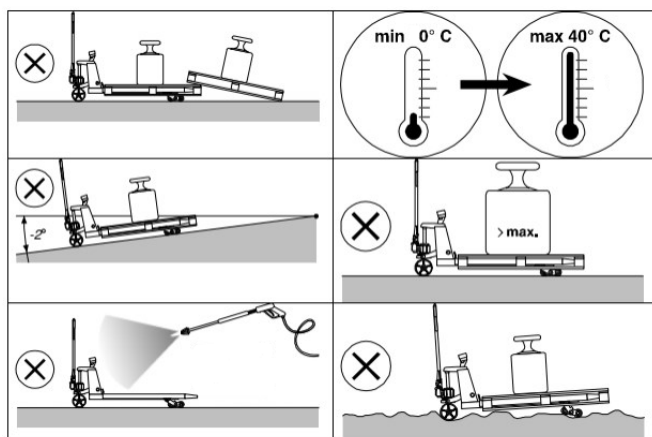

Рисунок 6. Размещение тележки с товаром.
- Не перегружайте тележку. Грузоподъемность изделия указана для груза, распределенного равномерно, центр тяжести которого приходится на середину вилок. (Рисунок 6).